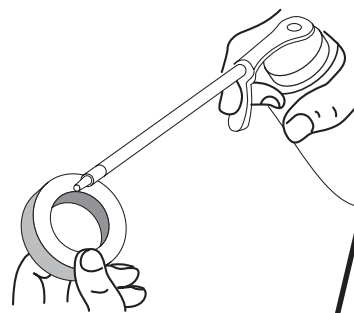

Fig. 26
4. Aplique suficiente aceite limpio SAE 30 para recubrir ligeramente el filtro (Fig. 26).